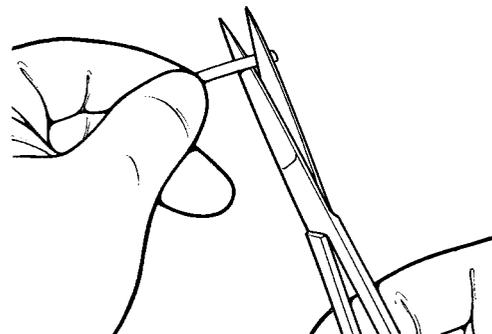

Figura 4-21. Cortar a tubagem
1. Corte a tubagem (**figura 4-21**) para que se adequem à anatomia do paciente.